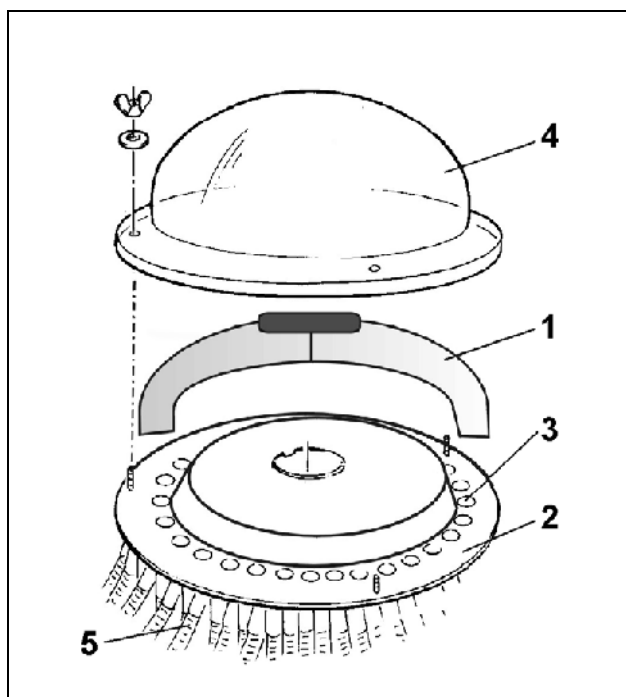
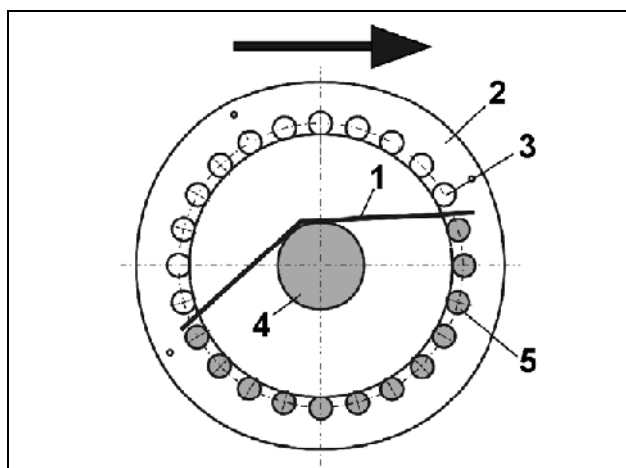

Fig. 68
Fig. 69
Con l'inserto (Fig. 68/1) per chiusura di metà degli scarichi nella testa di distribuzione, il flusso di semente viene distribuito alla metà di tutti gli scarichi (Fig. 68/3), e quindi alla metà di tutti i coltri. In questo modo, è così possibile a scelta interrompere l'alimentazione di semente verso i coltri sulla metà destra o sulla metà sinistra della macchina, e proseguire a seminare con l'altra metà.
- Smontare la calotta di distribuzione (Fig. 68/4)
- Sistemare l'inserto (Fig. 68/1 o Fig. 69/1) sulla piastra di distribuzione (Fig. 68/2 o Fig. 69/2) in modo che gli scarichi desiderati vengano chiusi dall'inserto.
- Guardando dall'alto (vedi Fig. 69), gli scarichi chiusi, non tratteggiati (Fig. 69/3), si trovano sul lato opposto al tubo ondulado (Fig. 69/4)
- aperti, tratteggiati (Fig. 69/5), si trovano sul lato rivolto verso il tubo ondulado (Fig. 69/4)
- Controllare in ogni caso sul percorso delle tubazioni flessibili della semente (Fig. 68/5) se l'inserto chiuda il flusso di semente verso i coltri desiderati.
- Contrassegnare la sede dell'inserto con un pennarello idoneo sulla piastra di distribuzione (Fig. 69/2), in modo da poter ritrovare rapidamente la posizione dell'inserto sulla piastra stessa per gli inserti successivi.
- Fissare la calotta di distribuzione (Fig. 68/4) sulla testa di distribuzione. Durante il fissaggio della calotta di distribuzione, l'inserto (Fig. 68/1) va bloccato.